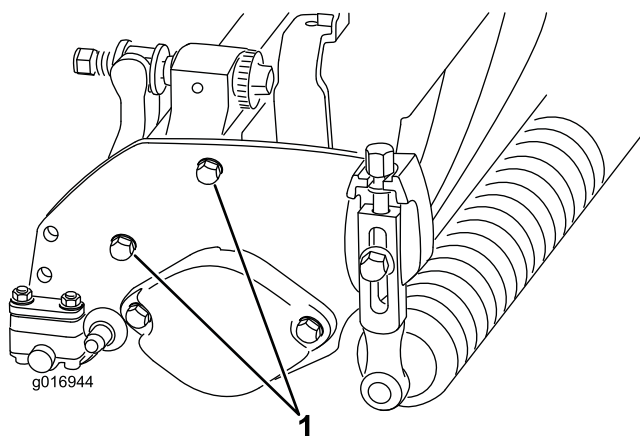

Figure 16
**Remarque:** La position du rouleau arrière par rapport au cylindre est contrôlée par les tolérances d'usinage des composants assemblés et le réglage du parallélisme n'est pas nécessaire. Un réglage limité est possible en plaçant l'unité coupe sur un plan de travail et en desserrant les boulons de fixation de la plaque latérale (Figure 16). Ajustez et serrez les boulons une fois le réglage terminé.